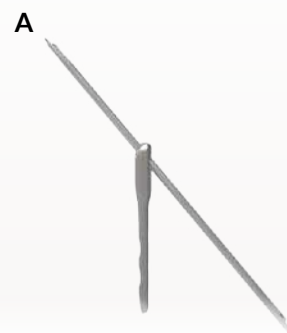

FIGURE 30 : L'écart entre les broches-guides (A) est de 1,3 mm pour les plaques de 3,5 mm et de 3 mm pour les plaques de 4,5 mm
- 1 **Remarque :** La broche-guide initiale est située au-dessus du triangle formé par les vis "X", "Y" et "Z". Lors de la détermination de la position de la broche-guide initiale dans le plan A-P, il faut donc prendre en compte que les vis "X" et "Y" seront situées légèrement plus bas que la broche-guide initiale (Figure 30).